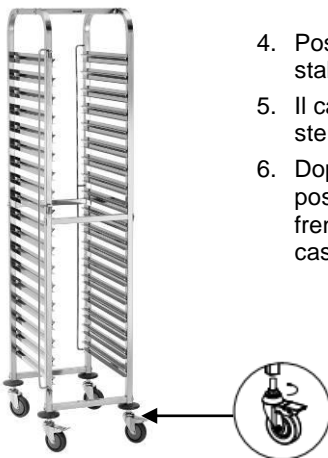

Fig. 3
5. Il carrello di servizio può essere livellato con le ruote sterzanti, avvitandole o svitandole (**fig. 3**).